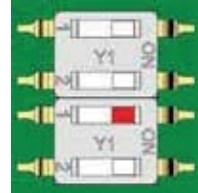

Abb. 4: 2-Drahtbetrieb
- ☒ Schieben Sie den DIP-Schalter 1 unten in die Position ON (Abb. 4).